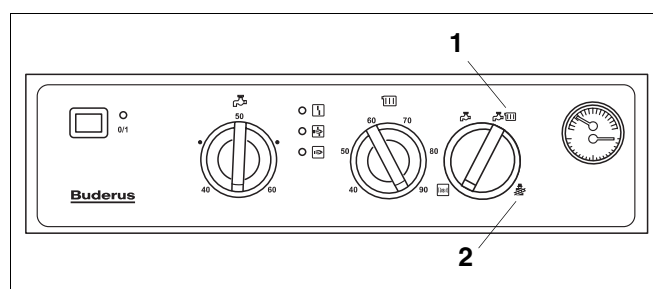

Fig. 30 Nivel de operare
- Se trece comutatorul de selectare a regimului de funcționare în poziția   (fig. 30, poz. 1).